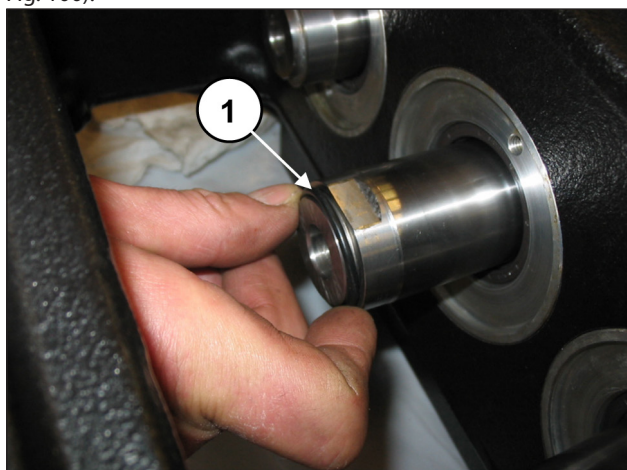
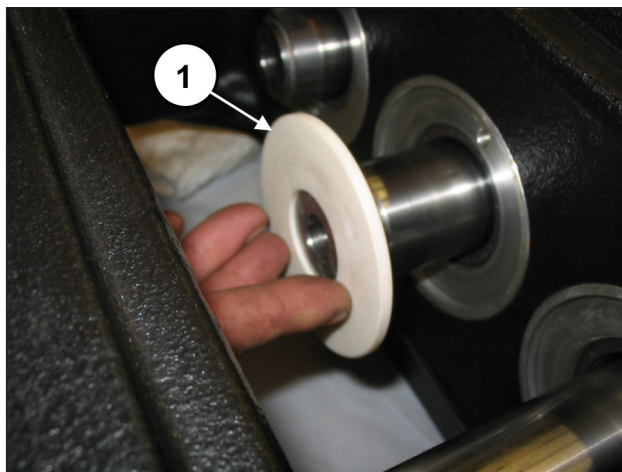

Fig. 99
Fig. 100
Posizionare il paraspruzzi completo di O-ring nell'alloggiamento sul guida pistone (pos. ①, Fig. 99 e Fig. 100).